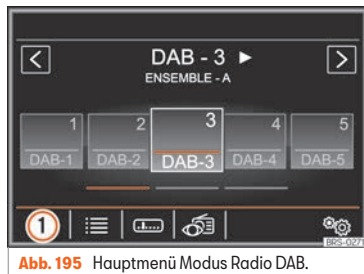

Abb. 195 Hauptmenü Modus Radio DAB.
- Im Hauptmenü **RADIO** die Funktionsfläche »» **Abb. 195** **1** antippen und **[DAB]** auswählen.
Der eingestellte DAB-Sender wird in der oberen Bildschirmzeile **DAB-3** angezeigt, die gewählte Sendergruppe unter **ENSEMBLE-A** »» **Abb. 195**.
Die Funktionsflächen beziehen sich auf das Menü, das erscheint, wenn das Schaltfeld **Ansicht**  gedrückt wird **» Abb. 195**.
(Speicherliste): Anzeige der Speichertasten **» Abb. 195**.